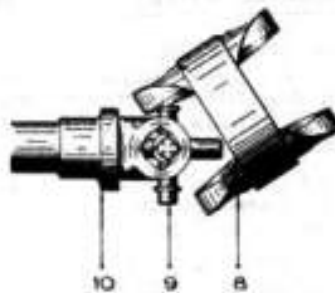

Fig. 23. — Dégagement de la mâchoire double.
* Sortir la mâchoire double (8) en inclinant le croisillon (9), celui-ci restant sur l'arbre de commande (10). (fig. 23)